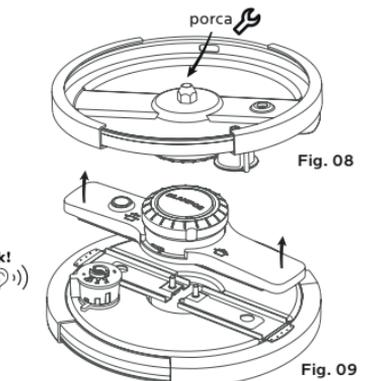

Fig. 08
- 1 - Vire a tampa para o seu interior e desaperte a porca hexagonal no sentido anti-horário utilizando uma chave n.º 17 (Fig. 08). Retire a porca.
- 8 - Aplique a porca hexagonal e aperte-a no sentido horário com a chave n.º17 (Fig. 08) Assegure-se de que está bem apertada – não consegue rodar mais a chave;